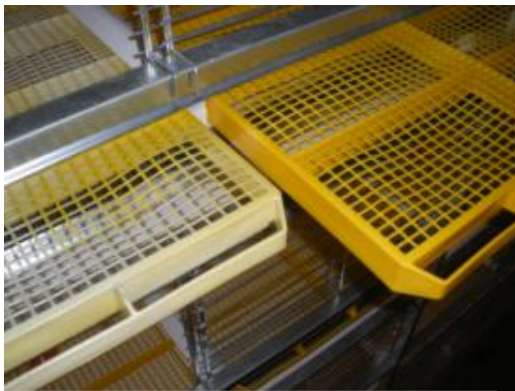

Рисунок 2, Выдвижные полки
4. «мягкие» полки FlexFloor, выдвигающиеся (также смотрите рисунок 2).
Каждая клетка-секция оборудована 8-ю выдвижными полками (рисунок 2). Это блоки «мягкого» пола FlexFloor. Эти крепкие и, одновременно, гибкие полки предотвращают повреждения грудки, лап и крыльев животных. Они имеют сетчатую структуру, так что помет может беспрепятственно проходить сквозь них и падать на ленту конвейера пометоудаления. Таким образом, животные ограждены от постоянного контакта с собственным пометом.
Когда, по окончании технологического цикла выращивания, во время выгрузки птицы из системы оборудования, полки выдвигаются из-под клеток-секций, бройлеры опускаются на ленту пометоудаления (смотри рисунок 2) для транспортировки их к концу клеточной батареи.